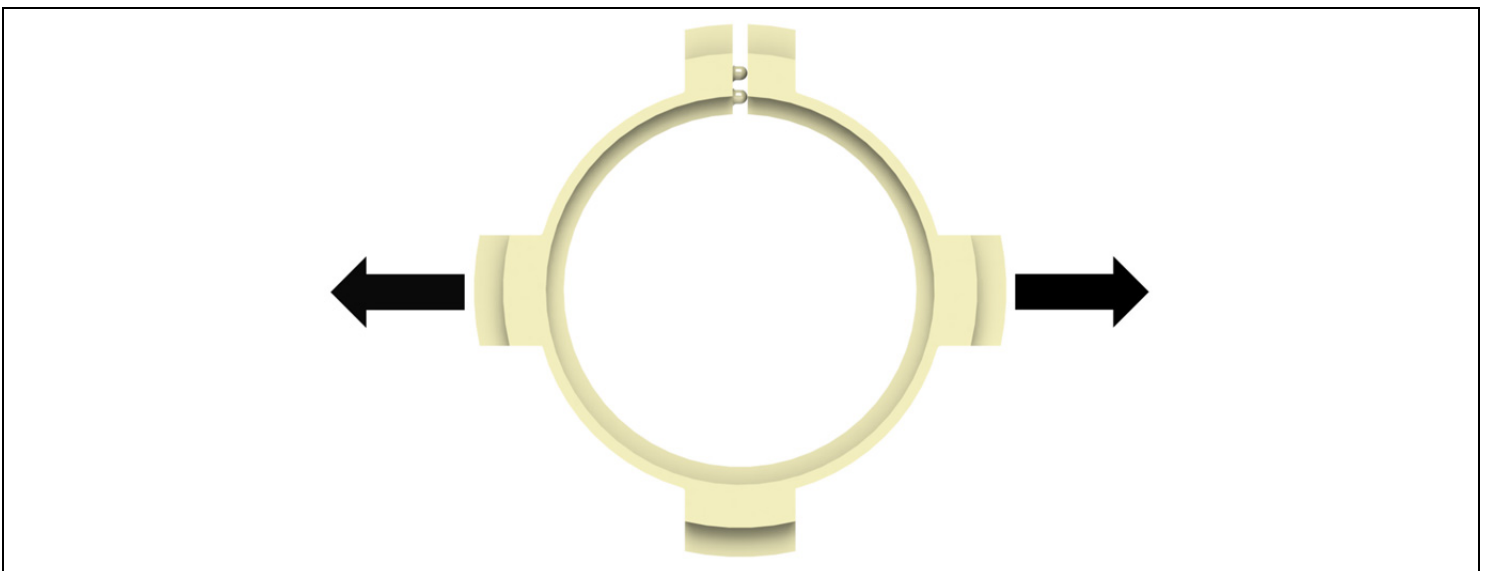
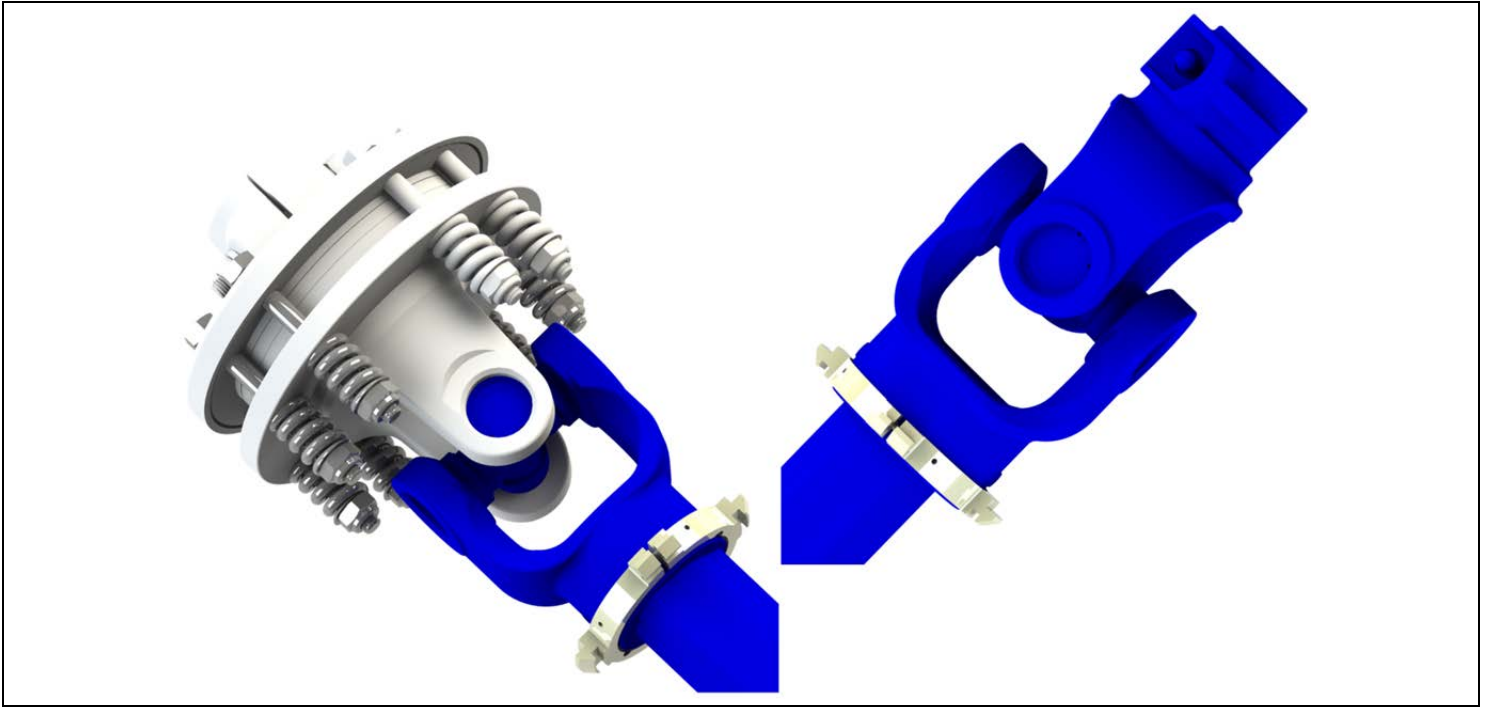

Figura 20. Paso 2 de Desmontaje
Figura 21. Paso 2 de Desmontaje
2. Tirando hacia afuera del cojinete, deslícelo para que encaje en la muesca de uno de los extremos del eje de transmisión. Repita el mismo procedimiento para montar el otro extremo del eje. Consulte la *Figura 20* y la *Figura 21* para mayor aclaración.